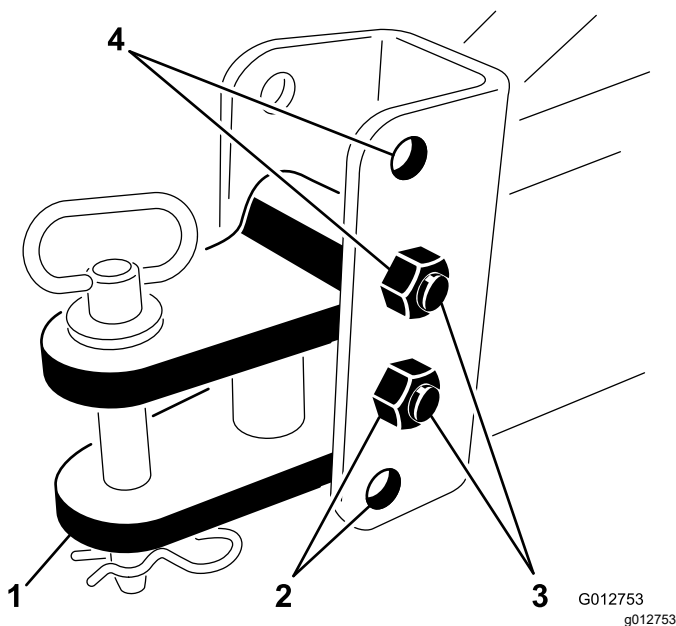

图 4
2. 根据机器挂钩的尺寸上下调节运输机架挂钩。使用适当的安装孔如下表和图 4所示。